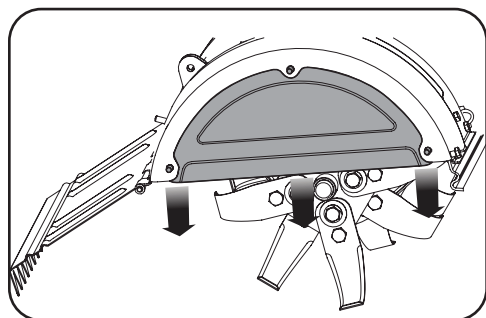

Figura 4-6
2. Saque el cubierto de los dientes de la máquina por el base. Vea la Figura 4-6.